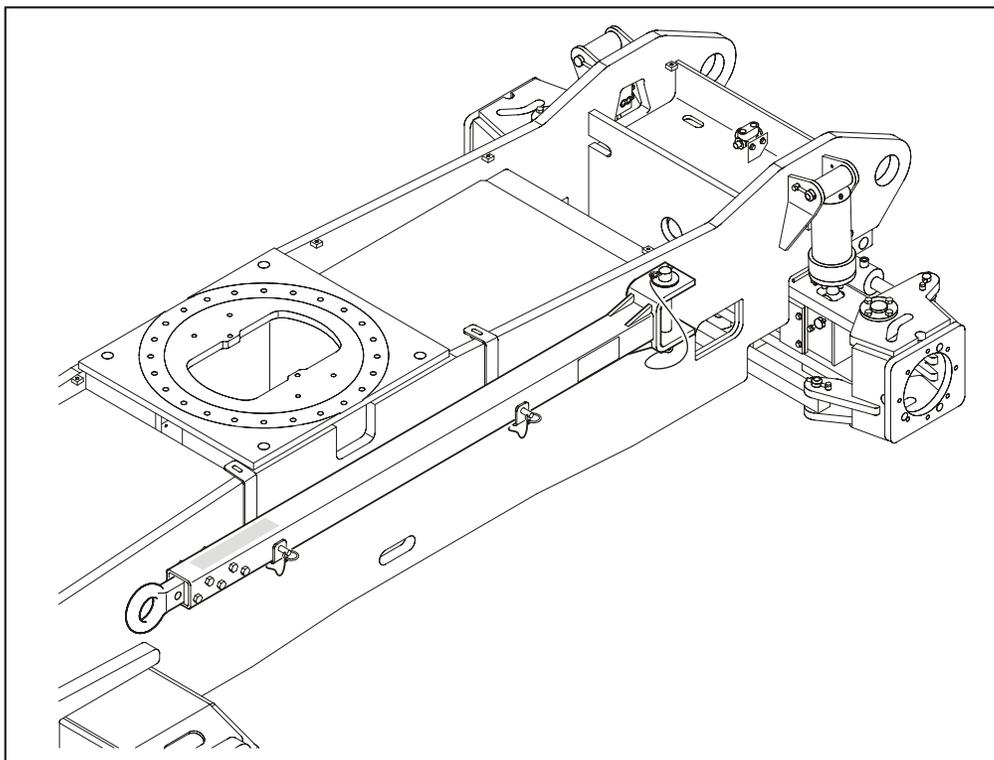

Figura 4-7. Barra di traino
Se si rende necessario sollevare la macchina mediante una gru sopraelevata o mobile, è molto importante che la spina di bloccaggio della piattaforma girevole sia inserita ed i dispositivi di sollevamento siano fissati esclusivamente agli anelli di sollevamento previsti; usare le barre di espansione per prevenire danni alla macchina (per i valori di peso lordo della macchina, vedi Figura 4-7., Diagramma di sollevamento).
3. Scollegare la barra di traino dal veicolo trainante e sistemarla in posizione di riposo, come mostrato nella Figura 4-7. A questo punto, la macchina è in modalità guida.